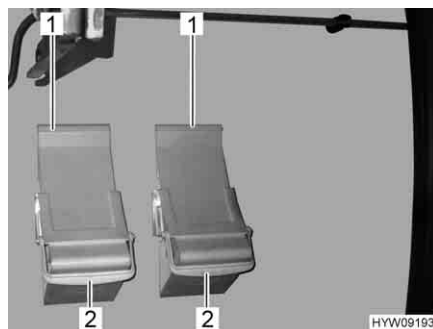

Fig. 21 Cunei d'arresto
- Ruotare verso il alto la staffa di supporto (Fig. 21,2).
- Estrarre il cuneo d'arresto (Fig. 21,1) dal supporto.